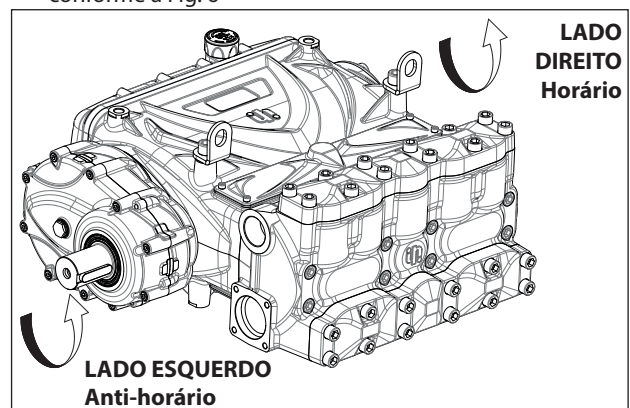

Fig. 6
- conforme a Fig. 6
Observando a bomba do lado oposto do cabeçote, o eixo da bomba deve ter a haste do PTO do lado esquerdo. (veja Fig. 6).